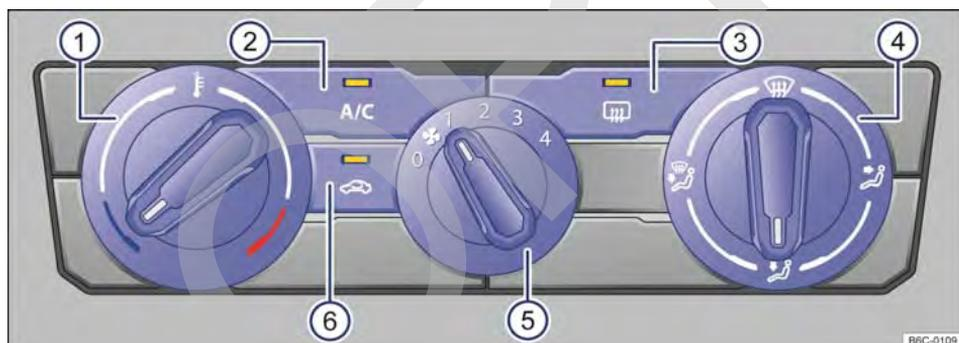

Fig. 83 Mandos del aire acondicionado.
- *Aire acondicionado*: girar el regulador del ventilador al nivel 0 → fig. 83 ⑤.
- *Aire acondicionado*: girar el regulador giratorio izquierdo → fig. 83 ①.
- *Aire acondicionado*: girar el regulador del ventilador → fig. 83 ⑤.
- *Aire acondicionado*: girar el regulador de la derecha → fig. 83 ④ a la posición deseada.
- *Aire acondicionado*: girar el regulador derecho a la posición → fig. 83 ④.